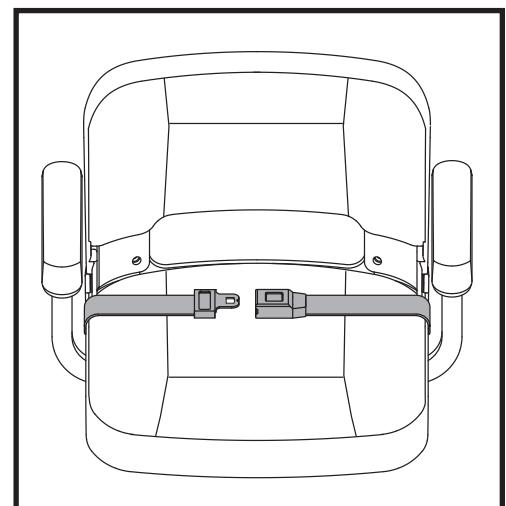

Figure 17. Ceinture de positionnement
Votre Travel Scooter peut être équipé d'une ceinture de positionnement de type automobile réglable pour votre confort. **Voir la figure 17.** La ceinture de positionnement est conçue pour supporter et empêcher le conducteur de glisser ou d'avancer sur le siège. La ceinture de positionnement n'est pas une ceinture de sécurité.
1. Insérez l'onglet de la ceinture côté droit dans la boucle de ceinture côté gauche jusqu'à ce que vous entendiez le "clic". **Voir la figure 17.**